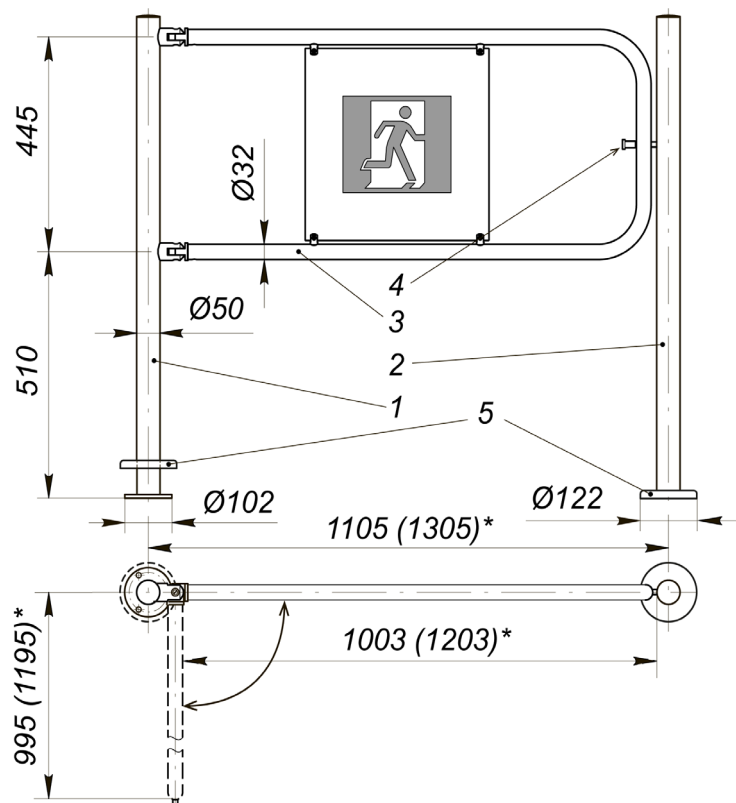
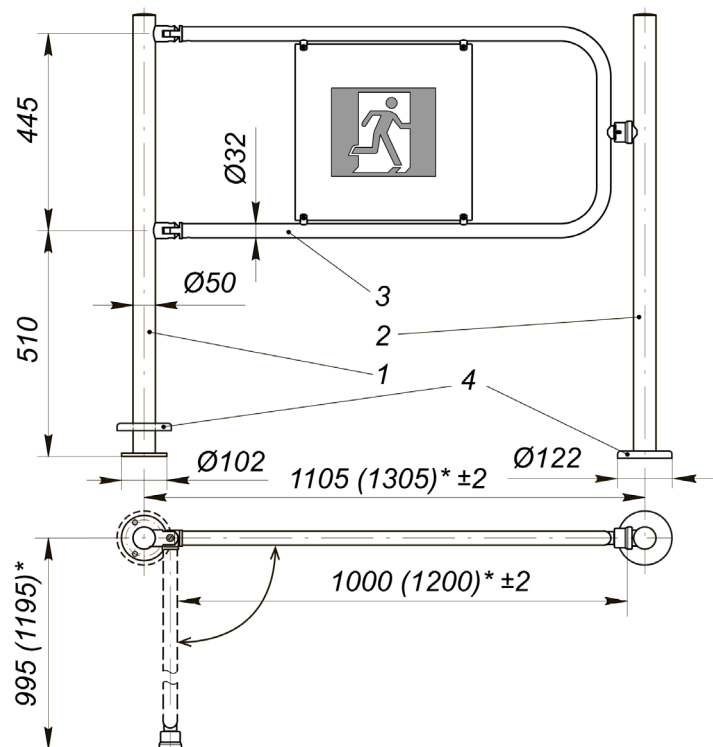
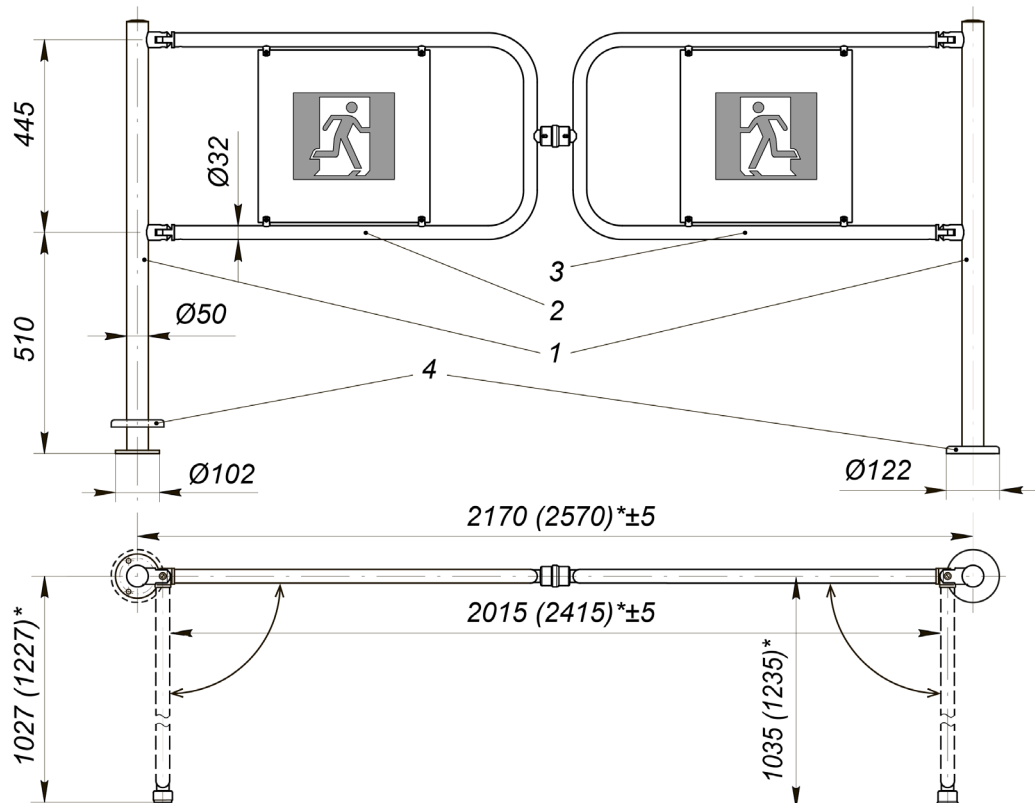

Рисунок 4. Поворотная секция ограждения с механическим УБ²:
Рисунок 5. Автоматическая поворотная секция ограждения с электромагнитным УБ¹:
Рисунок 6. Двойная распашная секция ограждения с магнитным УБ²:
- **Поворотная секция ограждения**, предназначенная для формирования зоны прохода и организации аварийного выхода. Имеются три модификации – поворотная секция с механическим УБ (см. рис. 4), автоматическая поворотная секция с электромагнитным УБ (см. рис. 5) и двойная распашная секция ограждения с магнитным УБ (см. рис. 6).